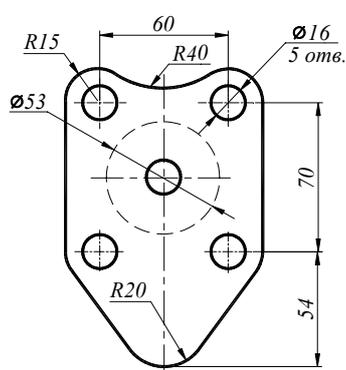

Рис. 4.1. Приклад виконання завдання
**Приклад:** Накреслити фігуру, зображену на рис. 4.1.
Побудову деталі зображеної на рис. 4.1 можна виконувати декількома прийомами, наприклад, можна побудувати за розмірами п'ятикутник, потім за допомогою команди **СОПРЯЖЕНИЕ** (див. лабораторну роботу № 3) виконують спряження, будують кола і т. д. Більш раціонально побудову виконують у такій послідовності:
9. Відкривають шар **Розміри** і наносять розміри (рис. 4.1).
11. Для того щоб об'єкти, які були попередньо побудовані в шарі **Резервний** або **Допоміжний** були невидимі (рис. 4.1), цей шар заморожують у цілому за допомогою значка  або вимикають його за допомогою значка  (рис. 1.5).